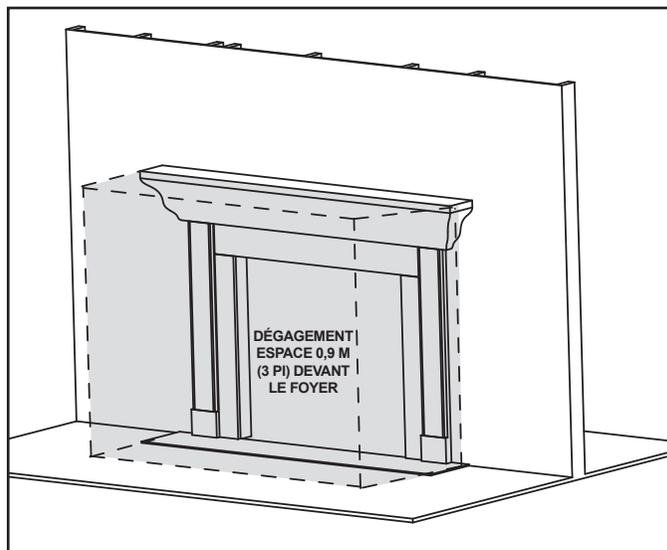

Figure 3.1 Espace libre
**AVERTISSEMENT! NE PAS** placer d'objets inflammables devant le foyer ou de manière à recouvrir les ailettes. Des températures élevées peuvent provoquer un incendie. Voir la figure 3.1.